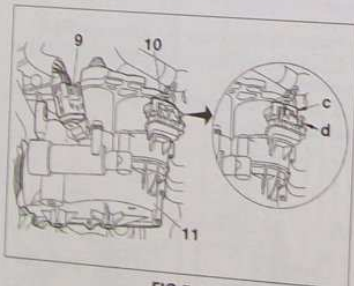

FIG. 7
- Débrancher les connecteurs (9) et (10) (Fig.7) :
- Brancher les 2 connecteurs (9) et (10) de l'actionneur (Fig.7).
- Brancher les connecteurs (9) et (10) (Fig.7).